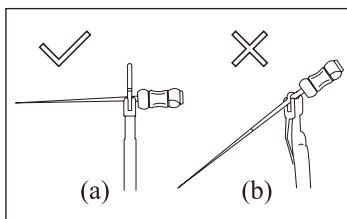

図22
- (図22)に示すようにファイルを挟んでください。(図22(b))のように斜めに挟むと異常な力がかかり、正確な測定ができません。